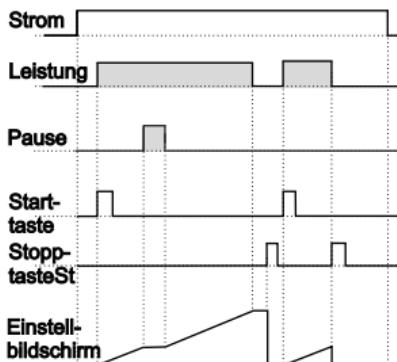

Abbildung 2.3
1.4.1 Wenn Aufwärtszählen  $\text{dEct} = 0$  und  $\text{butF} \text{ o-n}$  ist, wird das Regelschema in Abbildung 2.3 gezeigt.